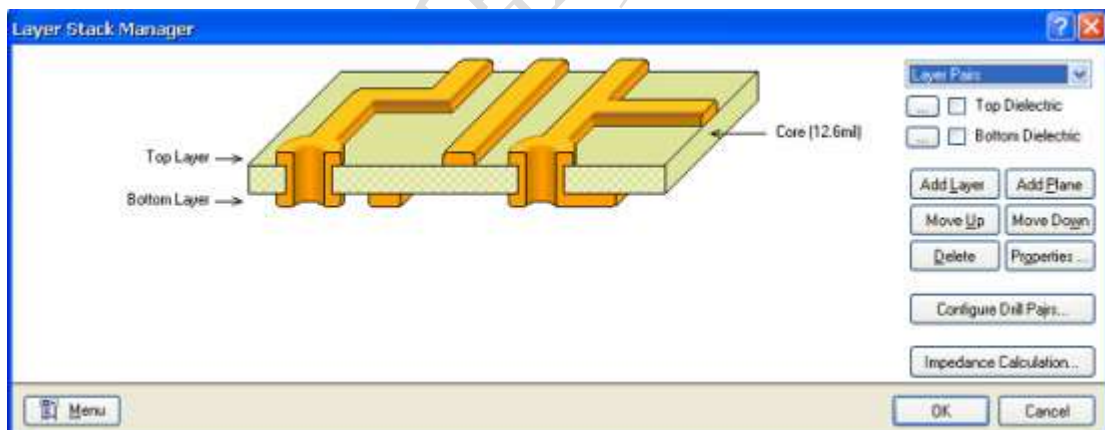

图 4.18 层堆栈管理 (Layer Stack Manager)
1、选择 Design>>Layer Stack Manager [快捷键: D, K]，显示层堆栈管理对话框，如图 4.18 所示。